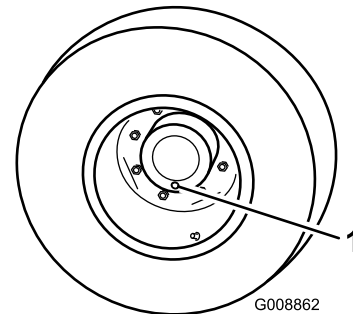

Bild 86
1. Stellen Sie auf einer ebenen Fläche ab und positionieren Sie das Rad so, dass sich eine der Prüfschrauben in der untersten Stellung (6 Uhr) befindet (Bild 86).